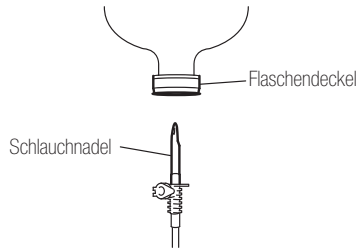

Abb. 13
- 2) Führen Sie die Schlauchnadel in den Flaschendeckel ein (Abb. 13)